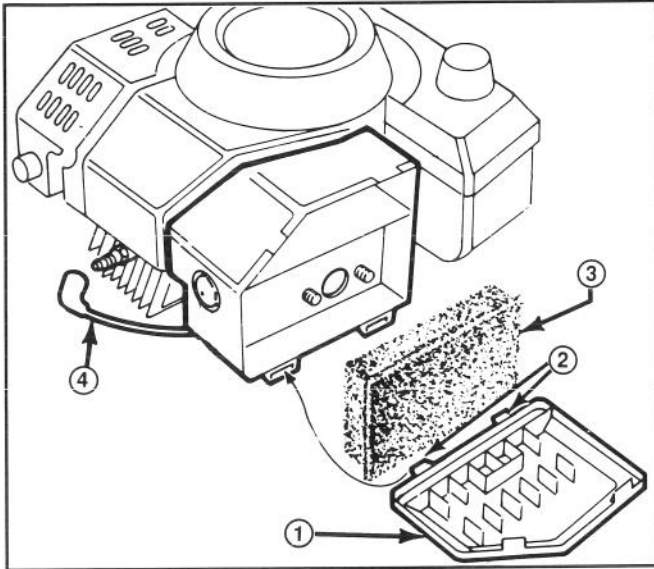

Abbildung 15
1. Den Motor abstellen und das Kabel von der Zündkerze abziehen (Abb. 15).
2. Die Verriegelungszungen anheben und den Luftfilterdeckel nach unten drehen (Abb. 15). Den Deckel sorgfältig reinigen.
3. Ist die Oberseite des Schaumstoffeinsatzes verschmutzt, muß er herausgenommen und gut gereinigt werden (Abb. 15).
1. Den Motor abstellen und auskühlen lassen. Das Kabel von der Zündkerze abziehen (Abb. 15).